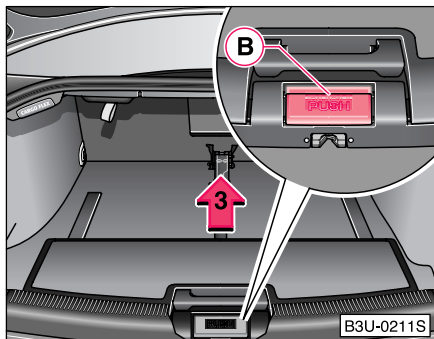

Fig. 76 Ancorarea cutiei rabatabile
- Apăsați tasta de utilizare „PUSH” **(B)** ⇒ Fig. 76 și împingeți cutia rabatabilă în poziția ancorată intermediară.